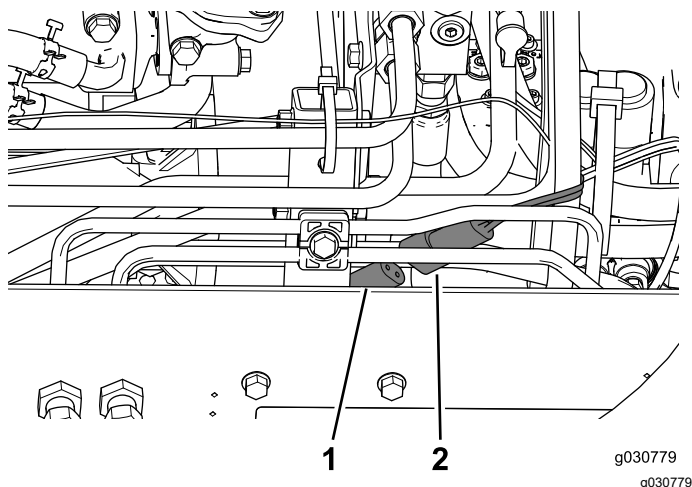

Figura 50
- Ligue o conector de alimentação da cabina ao conector do lado direito da máquina (Figura 50).